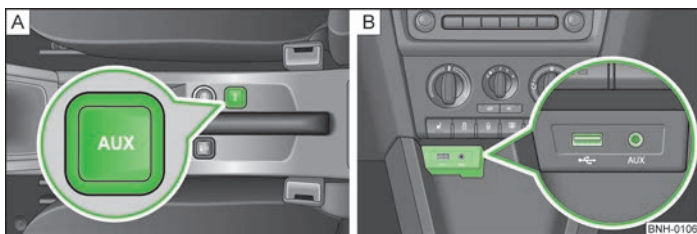

Fig. 75 Intrare AUX-IN/ Intrare MDI
- > între scaunele din față, în consola centrală » fig. 75 - [A];
- > deasupra compartimentului de depozitare, în consola centrală față » fig. 75 - [B];
Intrarea MDI se găsește în consola centrală față, deasupra compartimentului de depozitare » fig. 75 - [B].
Intrarea USB » fig. 75 - [B] poate fi utilizată separat pentru conectarea, de exemplu, a unui stick USB cu fișiere audio. Redarea sonorului pornește automat, imediat după conectarea stick-ului USB.